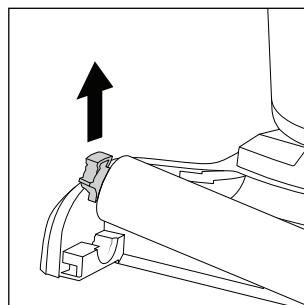

Fig. 34
- ♦ Hold på holderen til venstre på børsterullen **6** og træk den op for at fjerne børsterullen fra bunddelen **3** (se fig. 34).